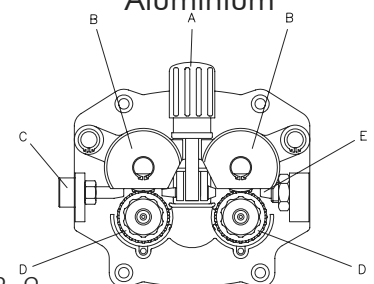

ABB. 9
- Den Plastikgriff (A) lockern und senken und den Drahtandrückhebel (B) lösen (Abb. 9). Eventuelle Drahtreste aus der Ummantelung (E) nehmen.
- Den Draht von der Spule lösen und mit einer Zange festhalten, damit er sich nicht abrollt. Falls notwendig geradebiegen, bevor er in die Eingangsführung (C) für den Draht eingeführt wird. Den Draht nun über die untere Rolle (D) schieben und in die Ummantelung (E) einführen.
- Senken Sie den Drahtandrückhebel (B) und heben Sie den Plastikgriff (A). Leicht festschrauben. Ein zu fester Sitz blockiert den Draht und könnte den Motor beschädigen. Bei einem zu lockeren Sitz ist die Beförderung des Drahtes durch die Rollen nicht gewährleistet.